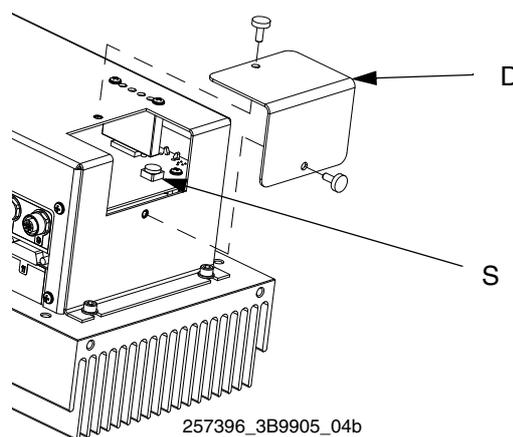

FIG. 13
El módulo de control de motor usa un interruptor selector de 8 posiciones (S) para ajustar la presión máxima de trabajo del sistema. Consulte la FIG. 13.
2. Retire la cubierta de acceso (D). Consulte la FIG. 13.
3. Configure el interruptor selector (S).
4. Instale la cubierta de acceso (D).